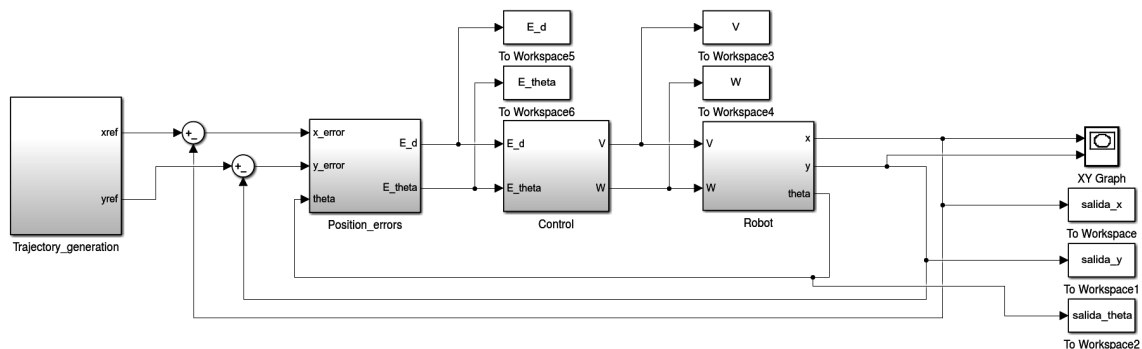

Figura 4 Diagrama de control para seguimiento de trayectorias.
El objetivo de este ejercicio es diseñar un controlador que permita al robot, ya utilizado en sesiones anteriores de esta práctica, seguir una trayectoria preconfigurada. El esquema de control, mostrado en la Figura 4, es idéntico al utilizado en la sesión II de la práctica1, sustituyendo las referencias de posición (bloques x_{ref} y y_{ref}) por un generador de trayectorias y sustituyendo el controlador por un nuevo controlador de tipo “caja negra” diseñado especialmente para el seguimiento de trayectorias (“controlblackboxTrajectory.slx”).
- a) Implemente el esquema de la Figura 4. Utilice como controlador el proporcionado en el archivo "controlblackboxTrajectory.slx". Mantenga la configuración de los parámetros de la simulación (menú "Simulation/Model Simulation Parameters") de sesiones anteriores. Guarde el esquema de Simulink con un nombre reconocible.